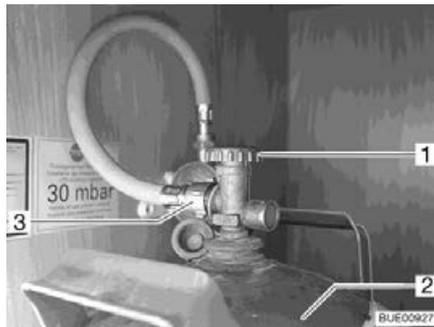

Bild 174 Gaskasten
- Haupt-Absperrventil (Bild 174,1) an Gasflasche (Bild 174,2) schließen. Pfeilrichtung beachten.
- Gasschlauch (Bild 174,3) von Gasflasche abschrauben.